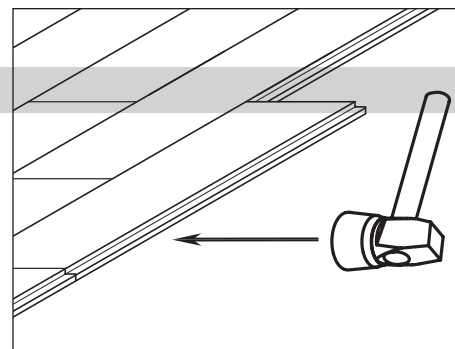

Figure 20 - « Enlancher » la languette dans la rainure.
### MONTER LE PARQUET (VOIR FIGURES 20 ET 21)
- Utiliser l'extrémité de caoutchouc du maillet pour « sortir » la languette dans la rainure (voir Figure 20).